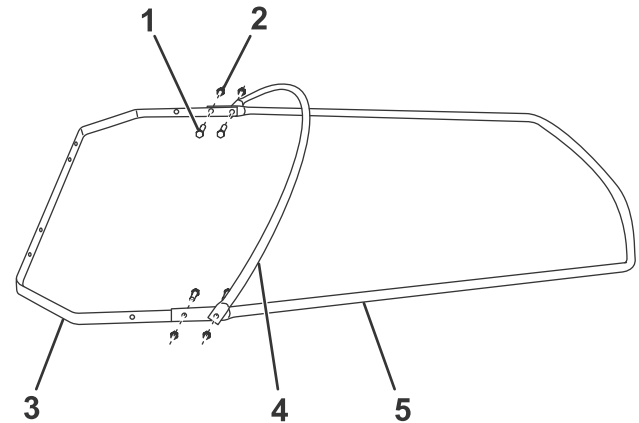

Figure 2
5. Joignez les trous extérieurs de l'arceau avant aux deuxièmes trous de l'arceau arrière à l'aide de 2 boulons ($\frac{1}{4}$ " x $\frac{5}{8}$ ") et contre-écrous (Figure 2) légèrement serrés.
6. Fixez légèrement l'arceau supérieur aux arceaux avant et arrière à l'aide de 2 boulons ($\frac{1}{4}$ " x $\frac{5}{8}$ ") et contre-écrous (Figure 2).